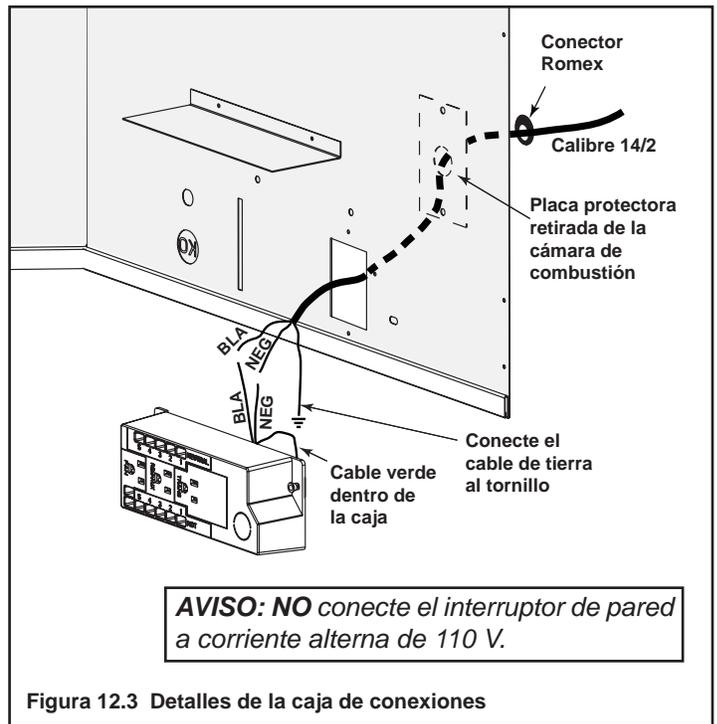

Figura 12.3 Detalles de la caja de conexiones
- Retire el tornillo que sujeta la caja de conexiones al exterior de la chimenea. Gire la caja de conexiones hacia adentro para desmontarla de la parte exterior de la chimenea (consulte la Figura 12.3).
- Jale los cables eléctricos que se encuentran en la parte exterior de la chimenea a través de la abertura hasta el compartimento de la válvula y asegúrelos con un conector Romex. Consulte la Figura 12.3.